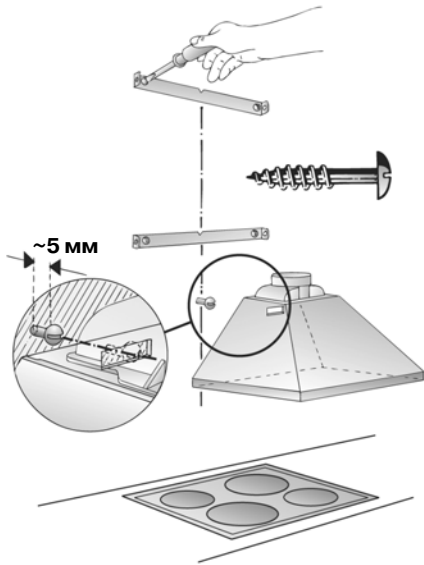

Рис. 8
8. Винтите другие четыре винта с шайбами (рис. 8).